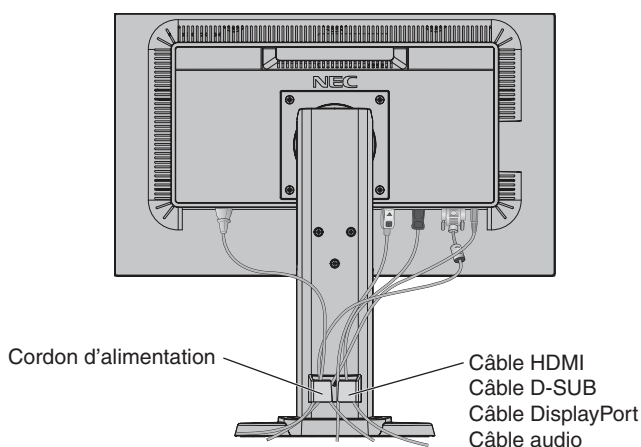
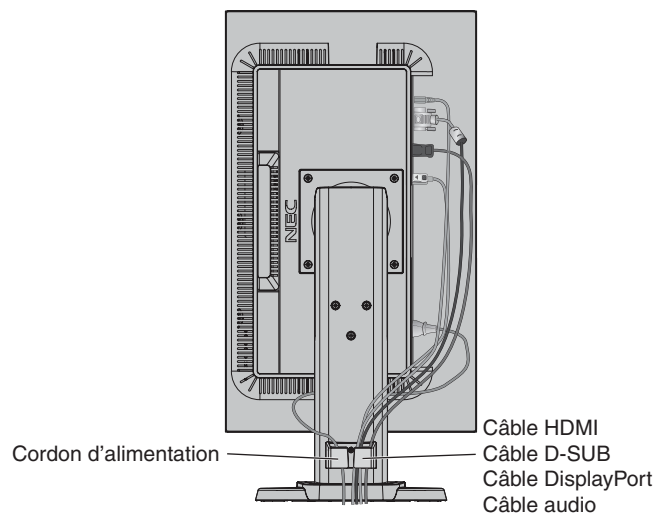

Figure C.2
Figure C.3
- Pour que les câbles restent bien organisés, disposez-les dans le cache-câbles intégré au support. Placez fermement les câbles dans les crochets et à une distance égale (**Figure C.2** et **Figure C.3**).